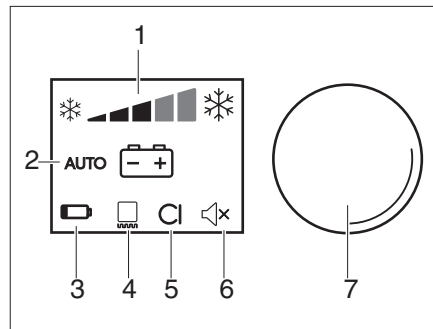

Fig. 354 Boutons de commande pour le réfrigérateur (Dometic Série 10)
- Régler la température de réfrigération avec le bouton tournant (Fig. 354,7).
- Appuyer sur le bouton de commande (Fig. 354,7) pendant 4 secondes. Le réfrigérateur est coupé.